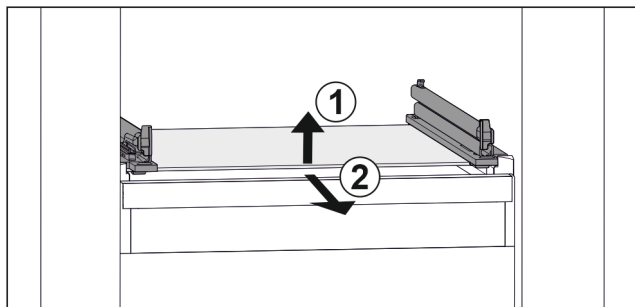

Fig. 34 Rappresentazione esemplificativa del ripiano in vetro
- Sollevare il ripiano in vetro dal davanti. Fig. 34 (1)
- Rimuovere il ripiano in vetro tirando in avanti. Fig. 34 (2)